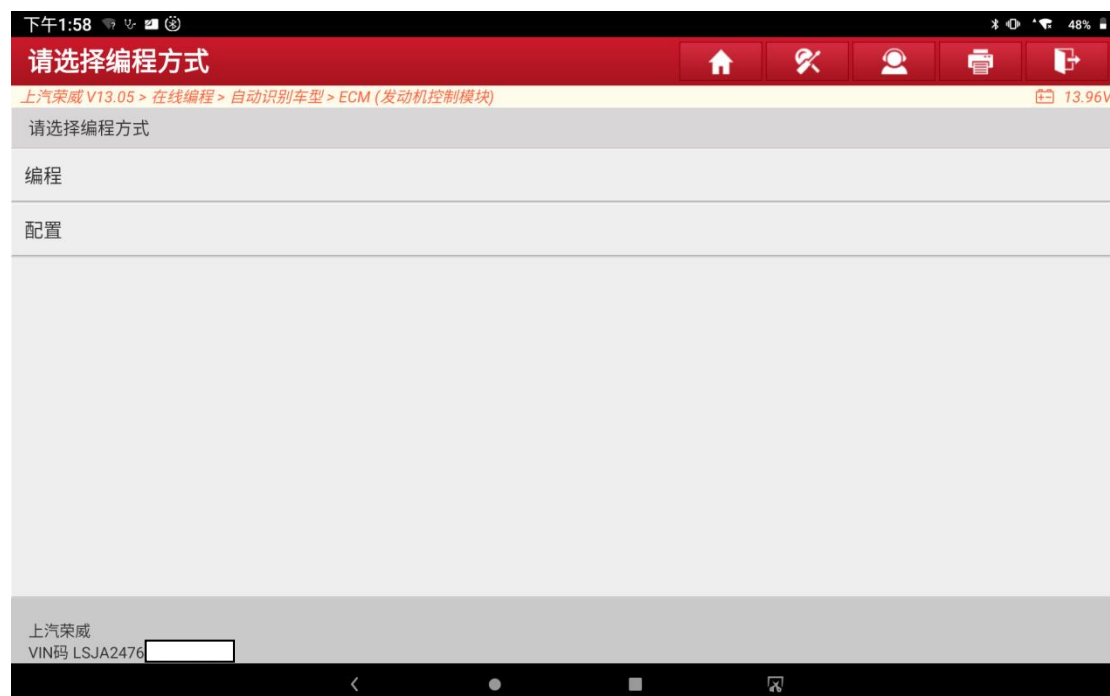

图 7
8. 选择【ECM(发动机控制模块)】,显示对应的编程菜单（图 7）